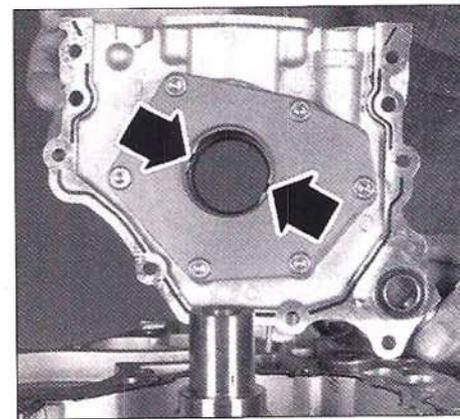

FIG. 29
- Colocar una junta tórica nueva, y colocar la bomba de aceite sobre el cigüeñal alineando los dos rebajes de la bomba sobre los del cigüeñal (Fig.29).